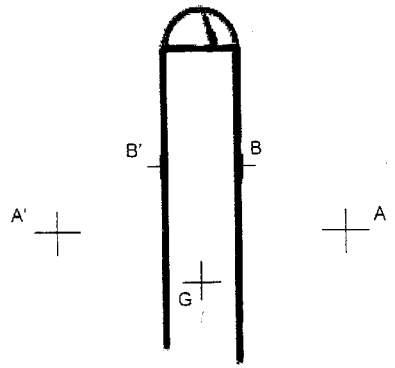

Figure 2.
1.2.3. Représenter ces forces sur la figure 2.